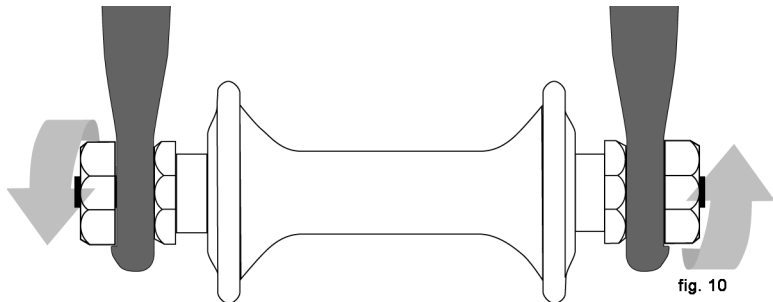

fig. 10
- Eje macizo con rosca en sus extremos, en la que se aprietan las tuercas, Fig 10.